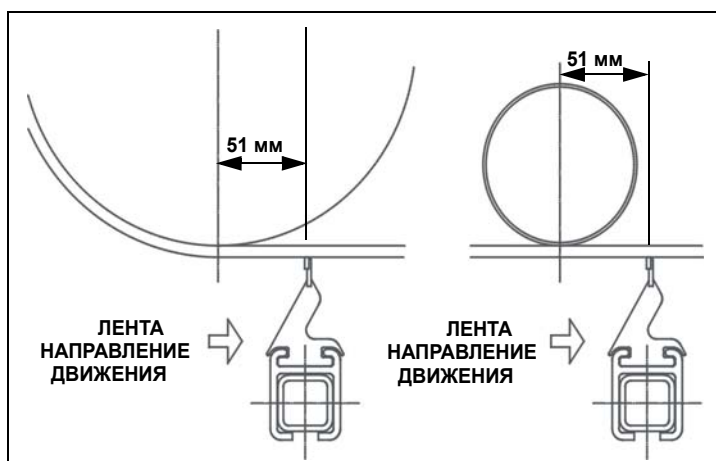

Рисунок 1: Правильное расположение скребка (1)
1. На нижней ветви транспортера отметьте точку, где лента отходит от головного барабана. От этой точки в направлении движения ленты отмерьте 51 мм. Через отмеченную точку проведите линию перпендикулярно плоскости движения ленты. См. рис. 1 и 2.
За нажимным роликом в направлении подачи проведите линию вертикально по отношению к плоскости движения ленты на расстоянии 51 мм от центра роликов См. рис. 1 и 2.